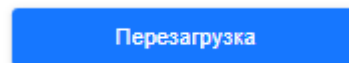

Рисунок 18. Кнопка перезагрузки.
- Кнопка перезагрузки, выполняется без перезагрузки (см. Рисунок 18).